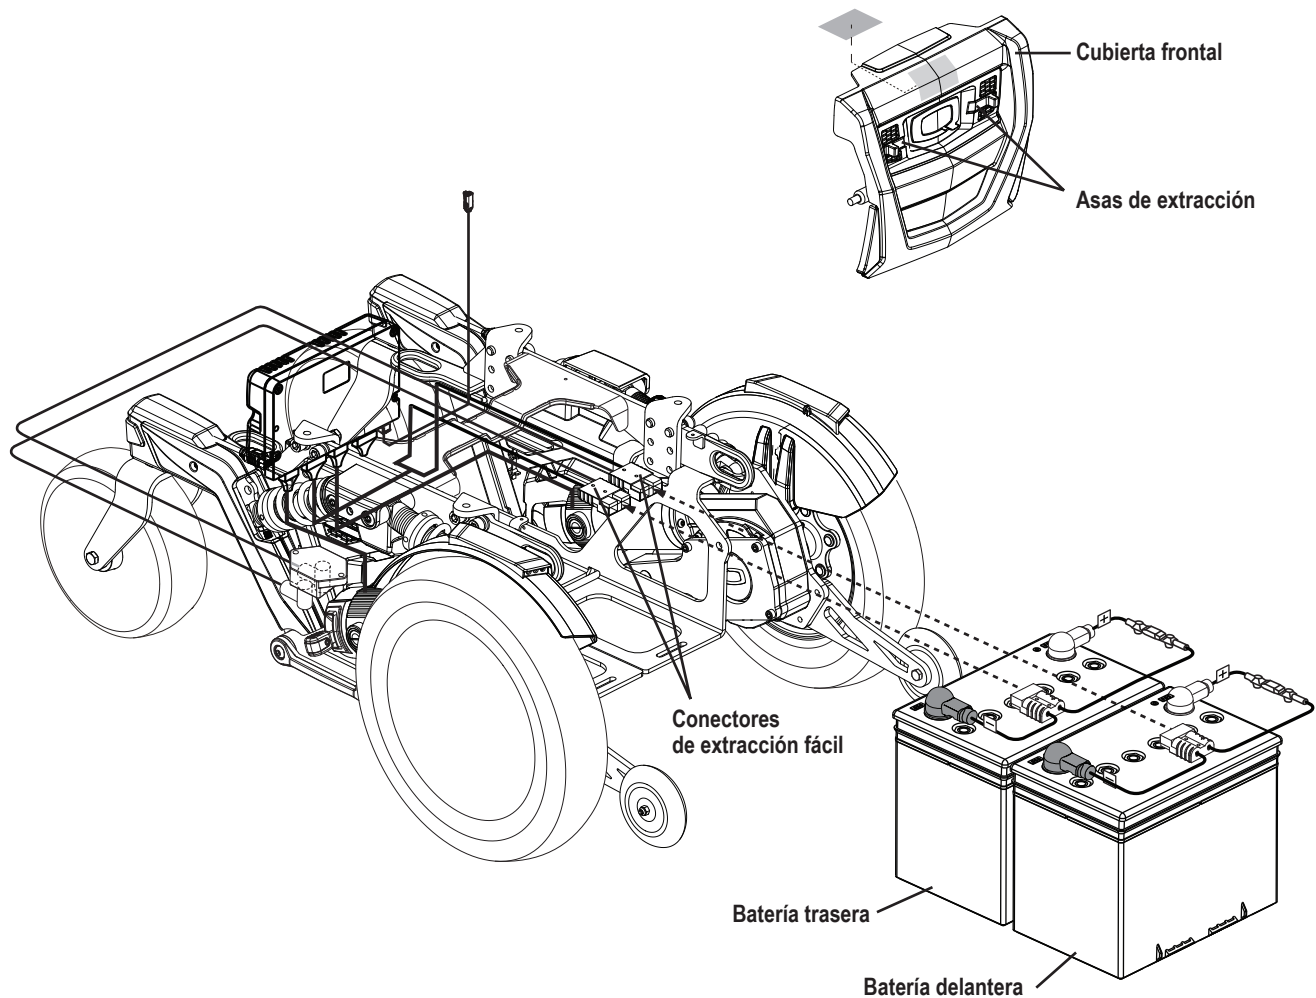

Figura 11. Conexiones de batería
3. Quite la plataforma apretando las asas de extracción (**ver figura 11**) y levantando la tapa delantera hacia arriba separándola de la base eléctrica.
4. Desenchufe los conectores de batería de extracción fácil. **Ver figura 11.**
7. Conecte el cableado a la batería frontal siguiendo las instrucciones del diagrama. **Ver figura 11.**